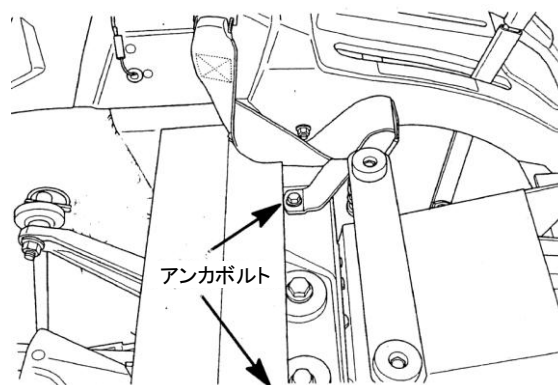

図66 シートベルト
1. 運転席とシートベルト用の取り付け部品を点検します。シートベルトアンカボルト(図66)(第2ボルト、図示なし)を $74.5\text{ N}\cdot\text{m}$ の正しいトルクに締め付け、磨耗または損傷のある部品を交換します。